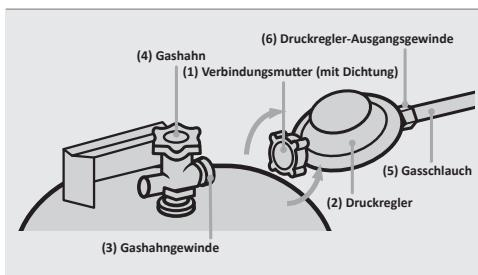

Abb.1: Montage des Druckreglers
2. Verbinden Sie den Druckregler mit der Gasflasche, indem Sie die Verbindungsmutter (1) des Druckreglers (2) durch Linksdrehung (von Hand) auf das Gashahngewinde (3) schrauben (siehe Abb. 1).
4. Verbinden Sie den Druckregler mit der Gasflasche, indem Sie die Verbindungsmutter (siehe Abb. 1, Nr. 1) des Druckreglers (siehe Abb. 1, Nr. 2) durch Linksdrehung (von Hand) auf das Gashahngewinde (siehe Abb. 1, Nr. 3) schrauben (siehe Abb. 1).